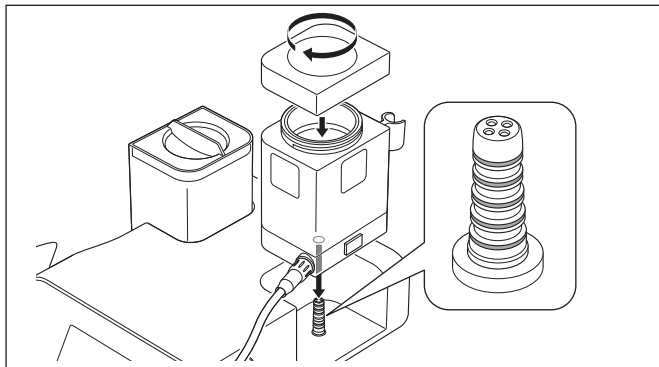
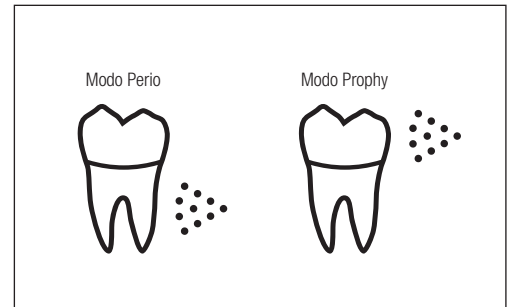

Fig. 25
Fig. 26
2) Feche a tampa da câmara firmemente até que ela se encaixa completamente na câmara, e inserir a câmara direto para a unidade de controle (Fig. 25). O tipo de câmara introduzido é apresentado no painel LCD como um dos ícones seguintes (Fig. 26).
- Antes de introduzir a câmara na unidade de controle, certifique-se de que os anéis vedantes do conector na base da câmara não estão danificados ou gastos (Fig. 25). Os danos/desgaste podem resultar em mau funcionamento ou falhas.